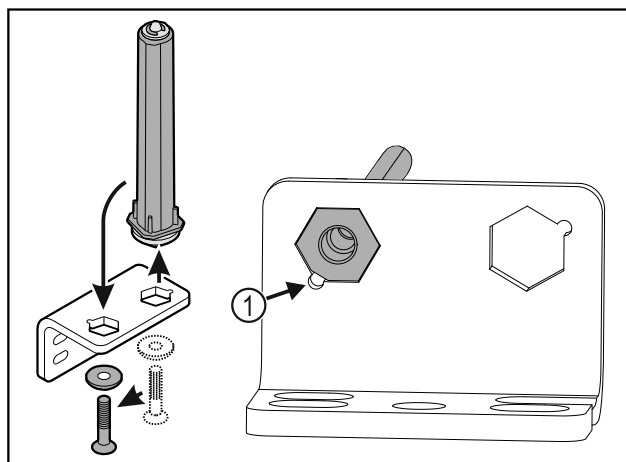

Fig. 32
- ▶ Observar que, al colocar, el bisel del perno Fig. 32 (1) apunte hacia el agujero redondo.